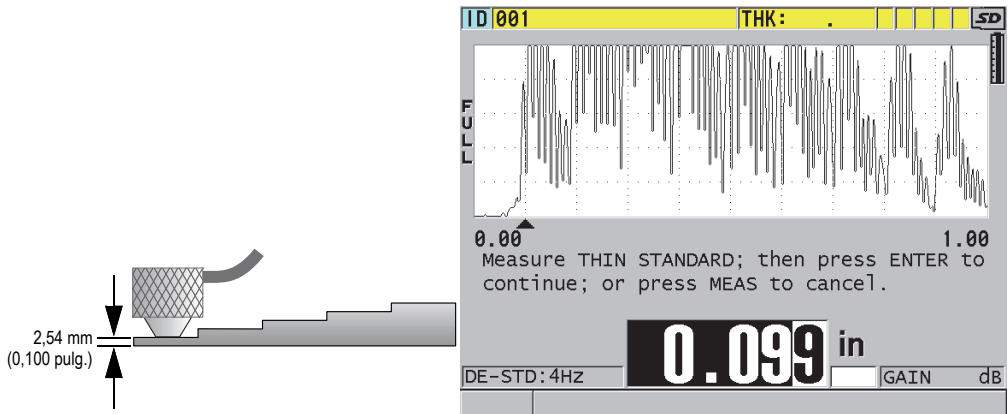

Figura 5-5 Calibración cero sobre el bloque de calibración de cinco espesores
2. Para efectuar una calibración cero (ver Figura 5-5 en la página 89):